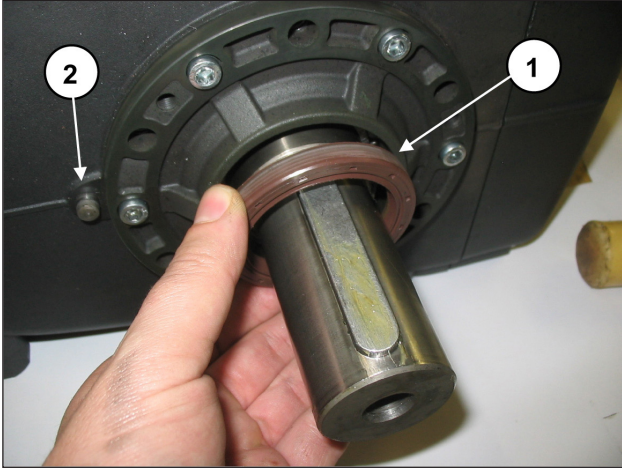

Fig. 33
Para modificar la versión aplicando el grupo reductor donde previsto, es necesario desmontar el retén del eje (Fig. 33, pos. ①) e introducir en el cárter el pasador Ø8 de referencia de la caja del reductor (Fig. 33, pos. ②). Realizar las operaciones descritas en el apart. 2.1.5. Para modificar la versión, desmontando el grupo reductor si está previsto, es necesario introducir el retén del eje en el alojamiento de la tapa lateral utilizando la herramienta cód. 27904800 (Fig. 33, pos. ①).